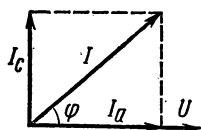

Рис. 2.55
2. В разветвленной цепи, содержащей активное сопротивление и емкость, вектор общего тока опережает вектор напряжения на угол φ , т. е. $\varphi < 0$ (рис. 2.55).